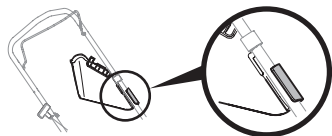

Figura 19
**NOTA:** algunos canales de descarga lateral incluyen un sujetador para asegurar el canal de descarga a la manija. Si se incluye, el canal de descarga lateral puede asegurarse a la manija cuando no está en uso (Figura 19).